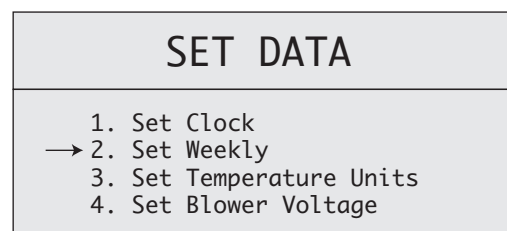

Figure 22
1. Tenir la touche ENTRÉE  enfoncée jusqu'à ce que le menu « Set Data » (configuration de données) s'affiche à l'écran. Utiliser la touche de DÉFILEMENT BAS pour sélectionner « Set Weekly ». Appuyer sur ENTRÉE. L'écran de configuration du calendrier hebdomadaire s'affiche. **VOIR FIGURE 22.**